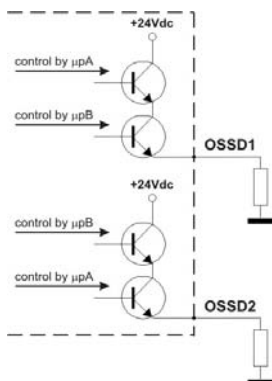

Fig. 15
- En tous cas, les contacts de sécurité OSSD1 et OSSD2 ne peuvent être reliés en série ou en parallèle ils peuvent être utilisés tous les deux un par un (voir Fig. 15). Si par mégarde on utilise une de ces deux configurations, la barrière signale une anomalie sorties (voir chapitre 7 "Diagnostic").